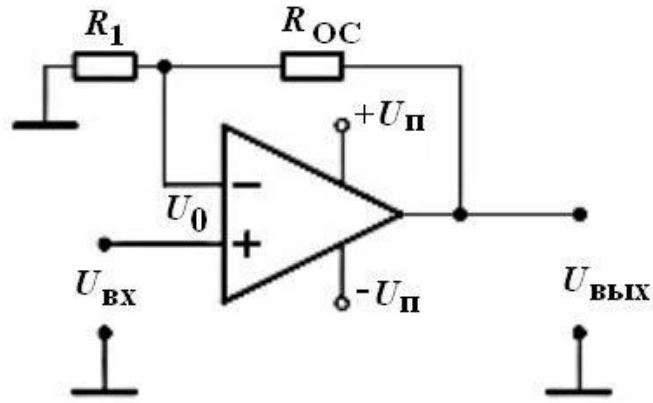

Рис. 4
4. В схеме усилителя на рис. 4 $R_{ос} = 4 \text{ кОм}$. Каким должно быть сопротивление R_1 ,